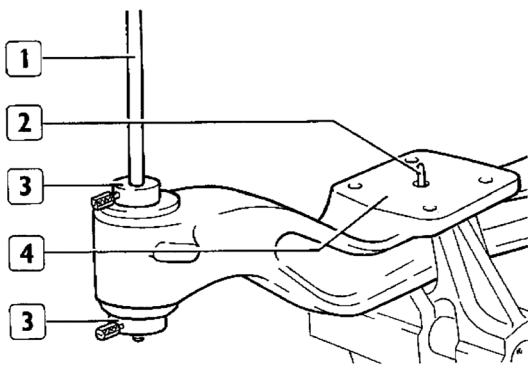
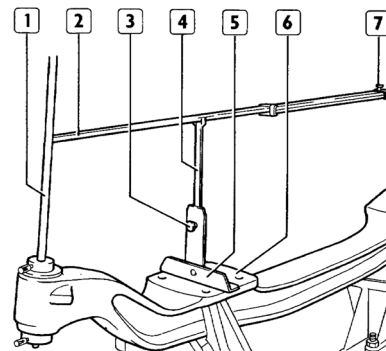

Figura 28
Figura 29
3. Instalar las bases (5, figura 29) con el goñómetro sobre las superficies (4, figura 28) y posicionarlo en los pernos de centrado (2, figura 28).
4. Montar en los vástagos (4) dos goñómetros la barra telescópica (2), regulando el largo de modo que el extremo encastre en el vástago (1).